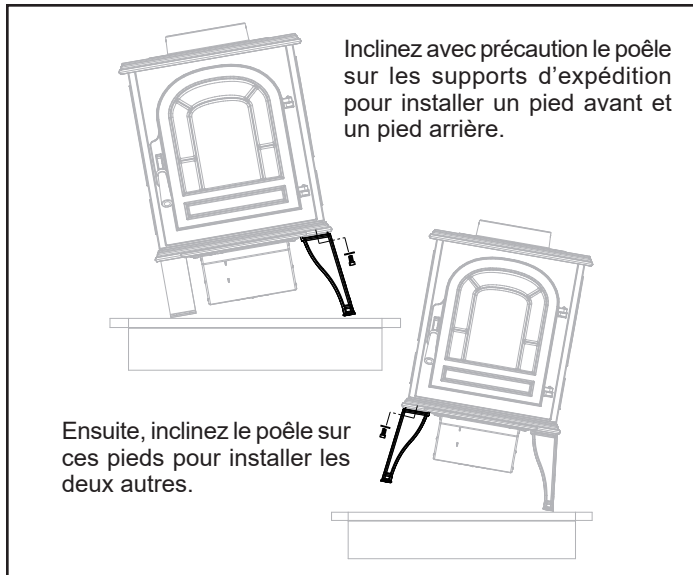

Figure 5.1 – Installer les pieds d'un côté du poêle, puis de l'autre.
2. Placez les pieds à chaque coin de l'appareil et installez les boulons à tête hexagonale de 3/8 po et les rondelles précédemment retirés. L'épaule de chaque pied doit reposer dans l'un des bossages de placement en fonte qui se trouvent à chaque coin du poêle (figure 5.1). Serrez les boulons avec la clé. **AVERTISSEMENT : Un serrage excessif peut abîmer le filetage.**